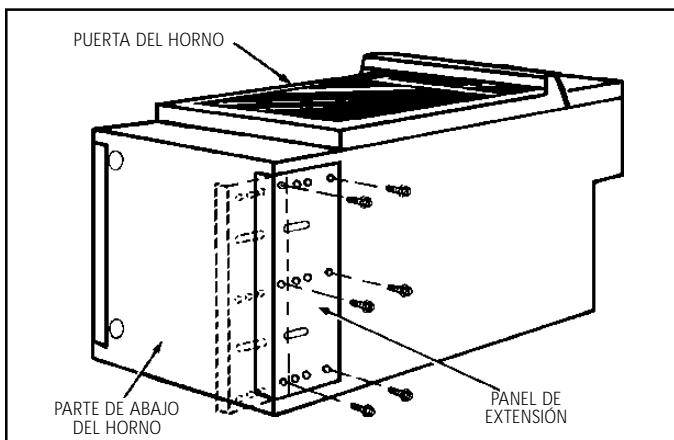

Figura 5
- A. Ponga el horno apoyado en la parte trasera. (vea la figura 5)